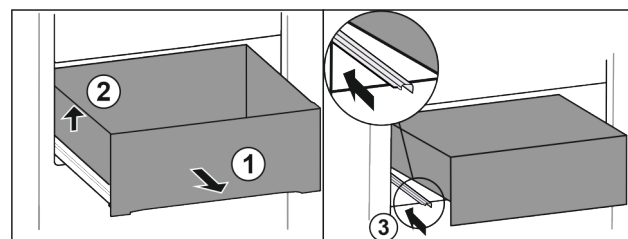

Fig. 88
- ▶ Vytáhněte zásuvku až na doraz. *Fig. 88 (1)*
- ▶ Nadzvedněte zásuvku vlevo. *Fig. 88 (2)*
- ▶ Zasuňte levou kolejničku. *Fig. 88 (3)*